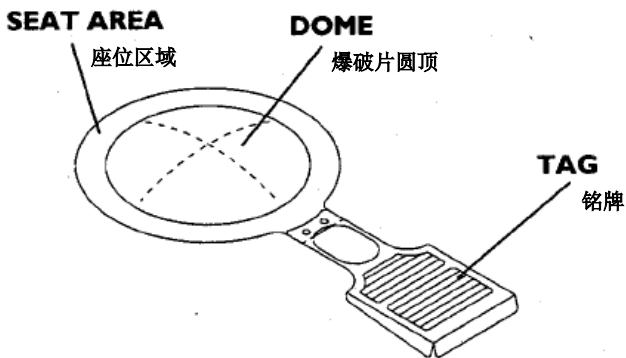

图 2 - 检查损坏
- 检查爆破片是否损坏。在座位区域查看是否有凹痕或划痕，或者在爆破片的圆顶上查看是否有凹痕(见图 2)。